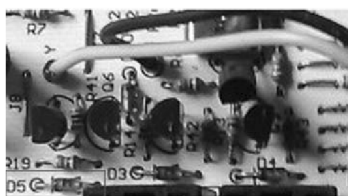

图 5-28 二极管 D5
3) 若控制电路二极管 D5 (见图 5-28) 良好,则检查控制电路集成电路 IC (MW09701G-V2) 是否局部损坏。